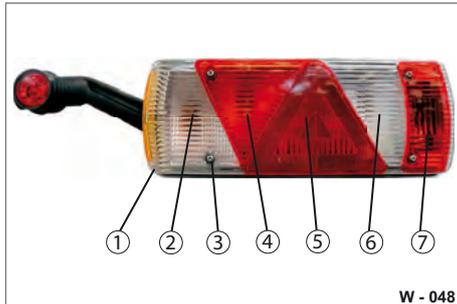

Abb. 56 Komponenten der Heckleuchte
- ▶ Vier Befestigungsschrauben (Abb. 56/3) abschrauben.
- ▶ Äußere Lichtscheibe (Abb. 56/1) abschrauben.